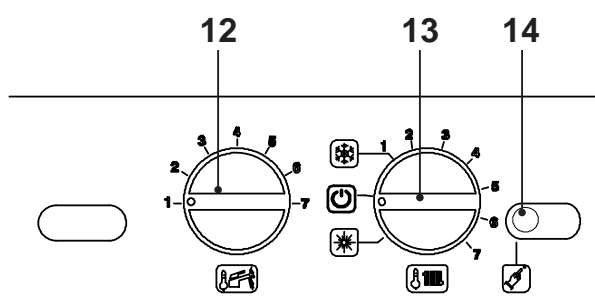

Fig. 8.13
- Per uscire dalla programmazione posizionare il selettore di funzione 13 in "⏻" (Fig. 8.13), oppure togliere alimentazione elettrica alla caldaia.